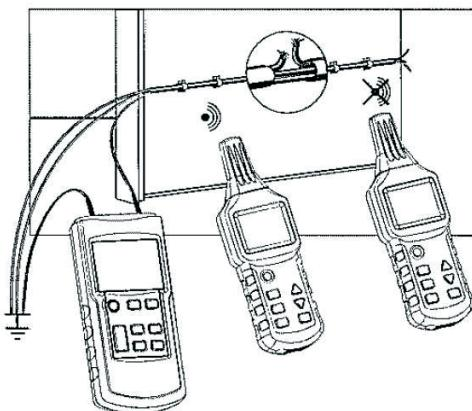

Рисунок 2-2
В данном примере воспользуйтесь куском экранированного кабеля с площадью поперечного сечения 1,5 мм². Временно закрепите 5 м этого кабеля на стене на уровне глаз с помощью пластмассовых скоб на гвоздях. Убедитесь, что к стене имеется доступ с обеих сторон. Создайте искусственный разрыв на расстоянии 1,5 м от конца кабеля. Концы линии должны быть открыты. Зачистите разорванный провод на конце экранированного кабеля и подсоедините его с помощью измерительных проводов к гнезду (10) передатчика. Подключите гнездо (11) передатчика к подходящему заземлению. Все прочие провода кабеля также должны быть подсоединенены к передатчику и через то же заземление (см. Рисунок 2-2).